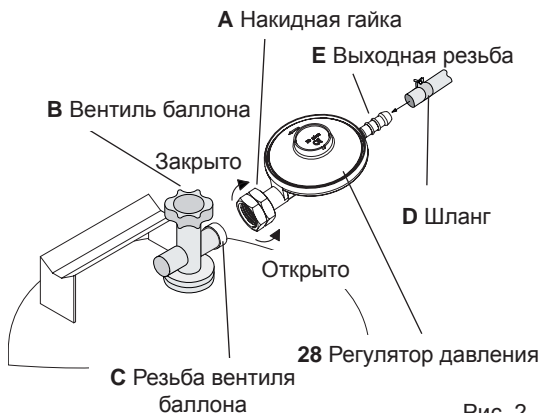

Рис. 2
■ В случае неисправности следует немедленно закрыть вентиль (В) газового баллона (см. рис. 2, стр. 6).
III. Подсоединение устройства к газовому баллону (рис. 2)
Выключите террасный обогреватель (см. пункт VI, стр. 7) и дайте ему остыть. Закройте вентиль газового баллона. Снимите регулятор давления с газовым шлангом с газового баллона, для этого открутите накидную гайку А (см. рис. 2, стр. 6) по часовой стрелке. Всегда проверяйте уплотнение на наличие повреждений.